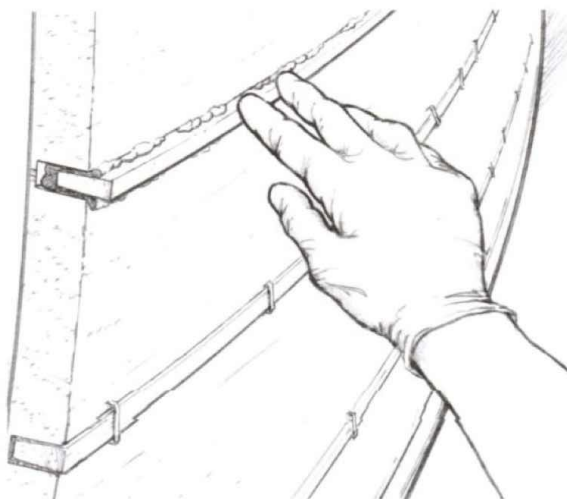

Рисунок 5-4 Вдавите планку, предварительно грунтованную эпоксидной смолой.
3. Заполните паз смесью смолы с наполнителем 403 или 406 в консистенции «майонез» с помощью шприца. Смола должна немного выдавливаться наружу, когда вы будете вдавливать планку в паз (Рисунок 5-4).